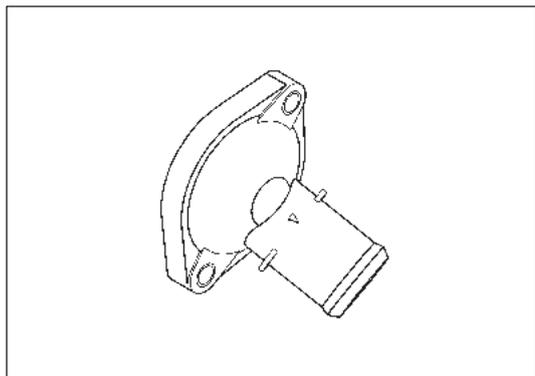

Рис. 10-5-3. Проверка корпуса термостата
- (1) Проверка корпуса термостата
- » Проверить корпус термостата на наличие деформаций, как изображено на рис. 10-5-3. При обнаружении деформаций заменить корпус термостата.
- (2) Проверить термостат